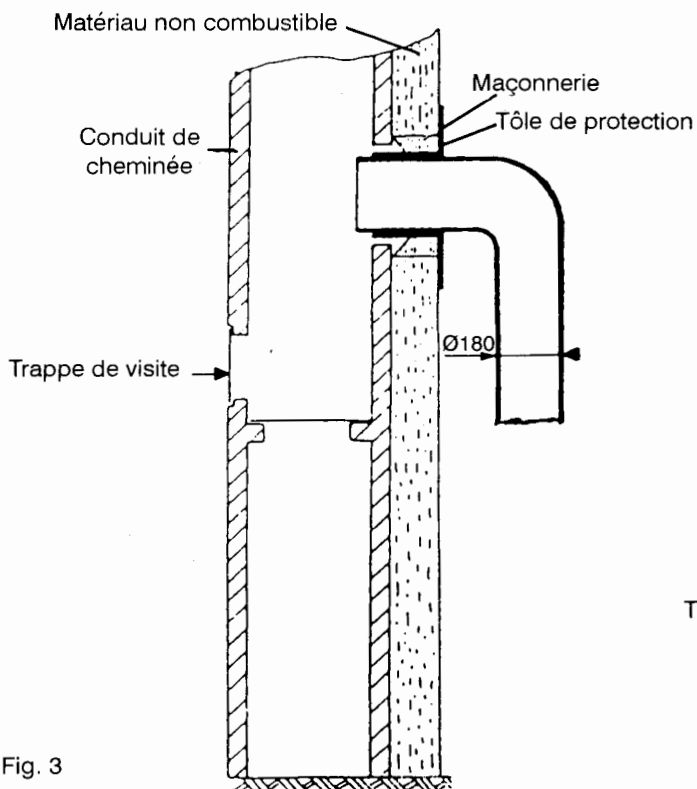

Fig. 3
- Soit avec un tuyau qui affleure le conduit, légèrement dépassant en cas d'utilisation en coupe droite (Fig. 3).